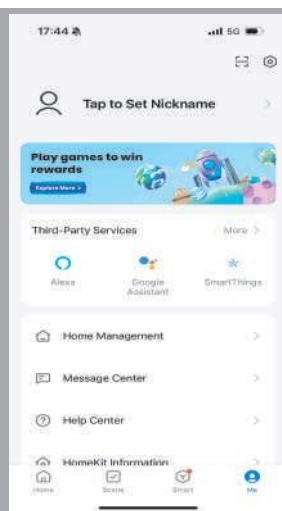

Рис. 20
- Г) Вернувшись к основному интерфейсу приложения, нажмите на значок Me/Я  чтобы узнать больше о приложении (рис. 20), а также здесь вы можете очистить кэш.